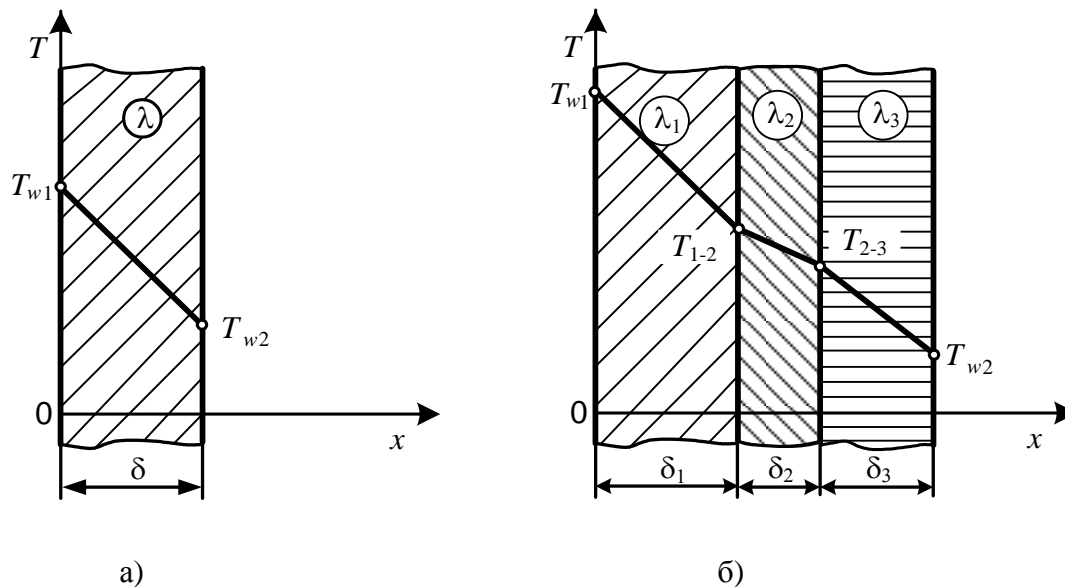

Рис. 1.1. Стационарное температурное поле в плоской стенке:
Температурное поле в плоской стенке при постоянном коэффициенте теплопроводности подчиняется линейному закону (рис. 1.1,а):
Заметим, что формула (6) справедлива для любого слоя многослойной плоской стенки (рис. 1.1,б).